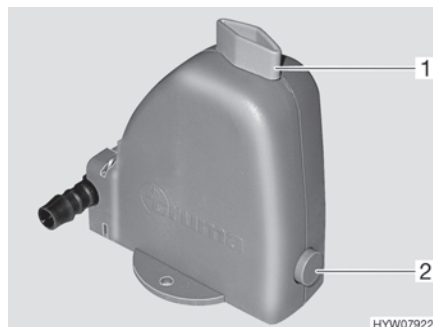

Bild 140 Sicherheits-/Ablassventil
Die Heizung ist mit einem Sicherheits-/Ablassventil (Bild 140) ausgestattet. Das Sicherheits-/Ablassventil verhindert, dass Wasser für die Warmwasser-Bereitung einfriert, wenn bei Frost die Heizung nicht eingeschaltet ist.
- Sicherheits-/Ablassventil schließen. Dazu den Drehknopf (Bild 140,1) quer zum Sicherheits-/Ablassventil drehen und den Druckknopf (Bild 140,2) hineindrücken.
- Sicherheits-/Ablassventil öffnen. Dazu den Drehknopf (Bild 140,1) längs zum Sicherheits-/Ablassventil drehen. Der Druckknopf (Bild 140,2) springt heraus. Der Brauchwasser-Behälter wird über das Sicherheits-/Ablassventil nach außen entleert.